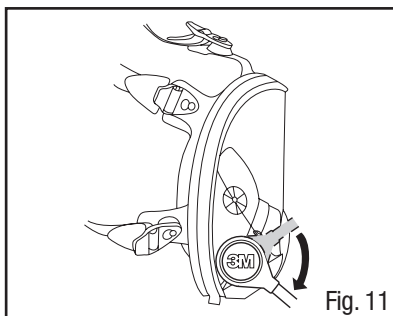

Fig. 11
2. Torça cada ramo da traquéia um quarto de volta no sentido horário até que fique firmemente assentado na baioneta e não possa ser girado (Fig. 11 e 12). Não force para que a baioneta não se danifique. É mostrado o modelo SA-1500/SA-2500.